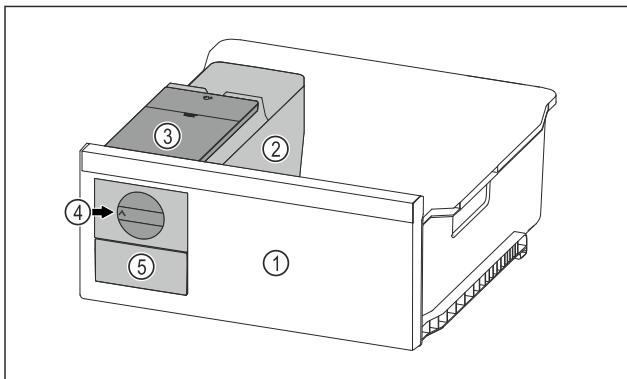

Fig. 97 Примерно изображение
Завъртете въртящото се копче Fig. 97 (4) по часовниковата стрелка до упор.
Ледените кубчета падат от формата за ледени кубчета в чекмеджето за ледени кубчета Fig. 97 (5).